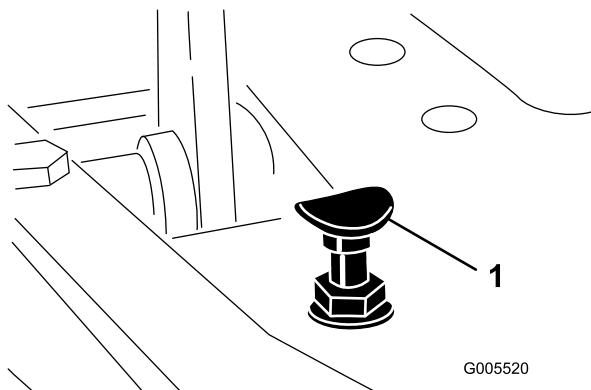

図 56
モードレバーを「移動走行」位置にセットし、ペダルを一杯に踏み込めば最高速度となります。ケーブルに張力が掛かる前にペダルがペダルストップ（図 56）に当たる場合には調整が必要です。
- モード・レバーを「移動走行」位置にセットし、ペダルストップを固定しているロックナットをゆるめる（図 56）。